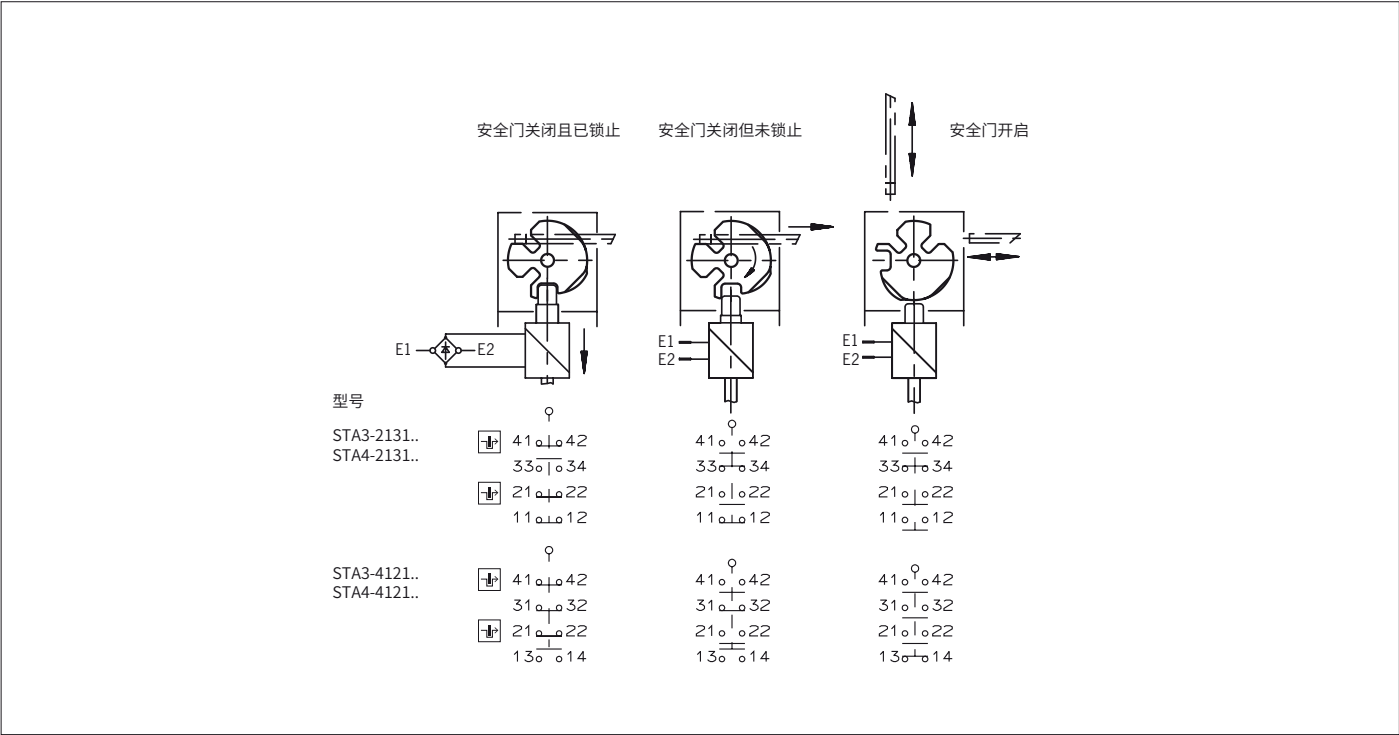

图3：开关元件和开关功能
2. 连接各端子并以0.5 Nm的力矩拧紧（有关端子分配，请参见图3）。